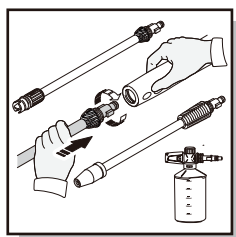

Fig. 6
- Lorsque le pistolet est en position de blocage, insérez la lance rotobuse, la lance réglable ou le canon à mousse, directement au bout du pistolet, en poussant et en tournant au même temps l'accessoire en sens horaire jusqu'au blocage total des deux parties. (Figure 6)